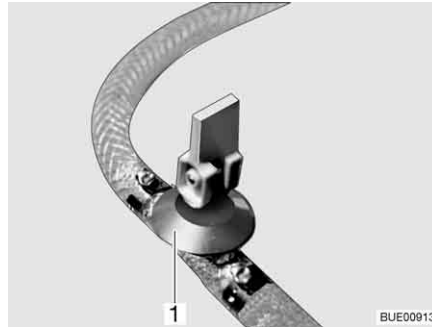

Bild 209 Avtappningskran
- Stäng avtappningskranen/avtappningskranarna. Ställ vipparmen (Bild 209,1) i vågrätt läge.
- Öppna avtappningskranen/avtappningskranarna (Bild 209). Ställ vipparmen (Bild 209,1) i lodrätt läge. Varmvattenberedaren töms utåt.